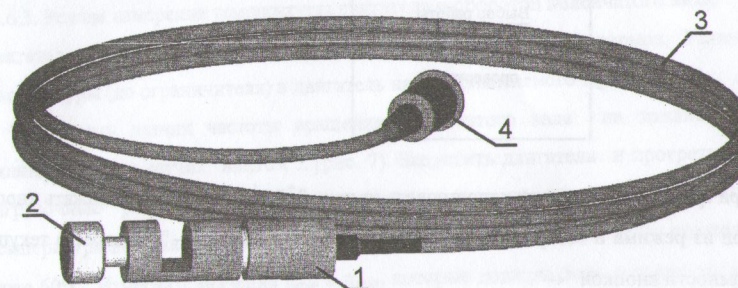

Рис.7 Датчик частоты вращения коленчатого вала
8.2.4. Подключить датчик частоты вращения коленчатого вала (рис. 7) к разъему оптического блока.
Установить датчик частоты вращения коленчатого вала на топливной трубке 1-го цилиндра, зажав датчик винтом 2 (рис. 7). Запустить двигатель и прогреть его, используя нагрузочные режимы или многократное повторение циклов свободного ускорения. Температура должна быть в пределах, установленных предприятием – изготовителем, но не ниже 60°C. Измеряют значения n_{\min} и n_{\max} , которые должны быть в пределах, установленных предприятием – изготовителем. Выход из режима – кнопкой "Enter". На экране дисплея отобразятся текущие результаты измерения: